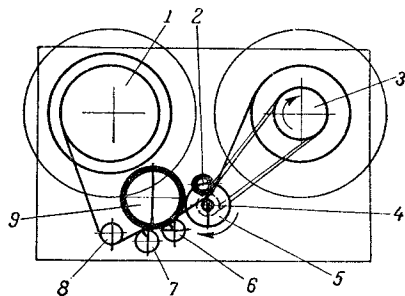

Рис. 7. Кинематическая схема лентопротяжного механизма.
**Лентопротяжный механизм.** Кинематическая схема лентопротяжного механизма приведена на рис. 7, а расположение его деталей (и деталей усилителя с генератором и выпрямителем) показано на рис. 8. Лентопротяжный механизм смонтирован на стальной панели. Он приводится в движение асинхронным электродвигателем типа ДВА-У4, на вал которого насажен маховик с ведущим валом. Управление лентопротяжным механизмом